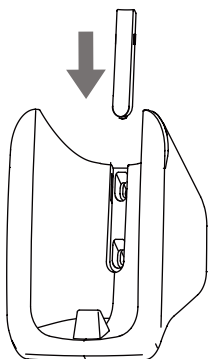

Abb. 2.4
2) Schieben Sie die Schraubenabdeckung in die Halterung auf die Schrauben (siehe Abb. 2.4).